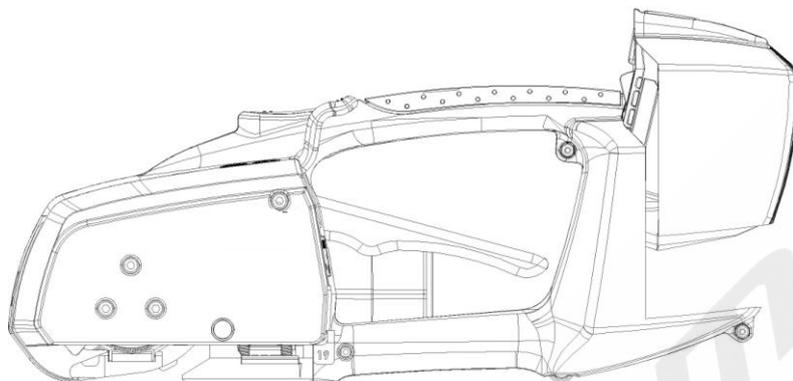

FIGURE 5. Installation et enlèvement de la batterie - Illustration
Insérer une batterie intégralement chargée dans l'outil ainsi qu'indiqué (FIGURE 5). S'assurer que la batterie est bien enfoncée et que le bouton de déverrouillage est enclenché. Appuyer une première fois sur le bouton de mise en tension, toutes les LED devraient s'allumer sur le panneau de commande et tous les réglages antérieurs devraient s'afficher, avec émission simultanée d'un "beep" sonore. Cela indique que le système électrique batterie est prêt à fonctionner sous conditions normales.
- * **Lorsque la LED puissance batterie sur le panneau de commande "clignote en rouge", cela signifie que la puissance de la batterie est trop faible pour effectuer le travail et qu'elle doit être rechargée.** L'outil n'est alors PAS sensé être utilisé dans de telles conditions. Vous entendrez en même temps une alarme "Beep..beep..beep". Veuillez appuyer sur le "bouton déverrouillage batterie" au sommet de la batterie et tirer cette dernière vers le haut pour la retirer de l'outil. L'alarme "beep..beep" persistera jusqu'à ce que la batterie soit retirée. (FIGURE 5).